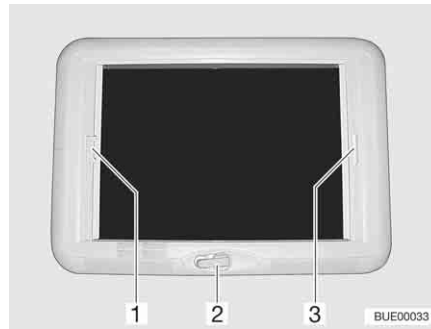

Fig. 69 Lanterneau à manivelle
- Tourner la manivelle (Fig. 69,2) jusqu'à ressentir une résistance (angle d'ouverture max. 70°).
- Tirer la poignée du dispositif occultant plissé (Fig. 69,3) et le relâcher lorsqu'il a atteint la position voulue. Le dispositif occultant plissé reste alors à cette position.
- Tirer la poignée de la moustiquaire (Fig. 69,1) et le relâcher lorsqu'il a atteint la position voulue. La moustiquaire reste alors à cette position.